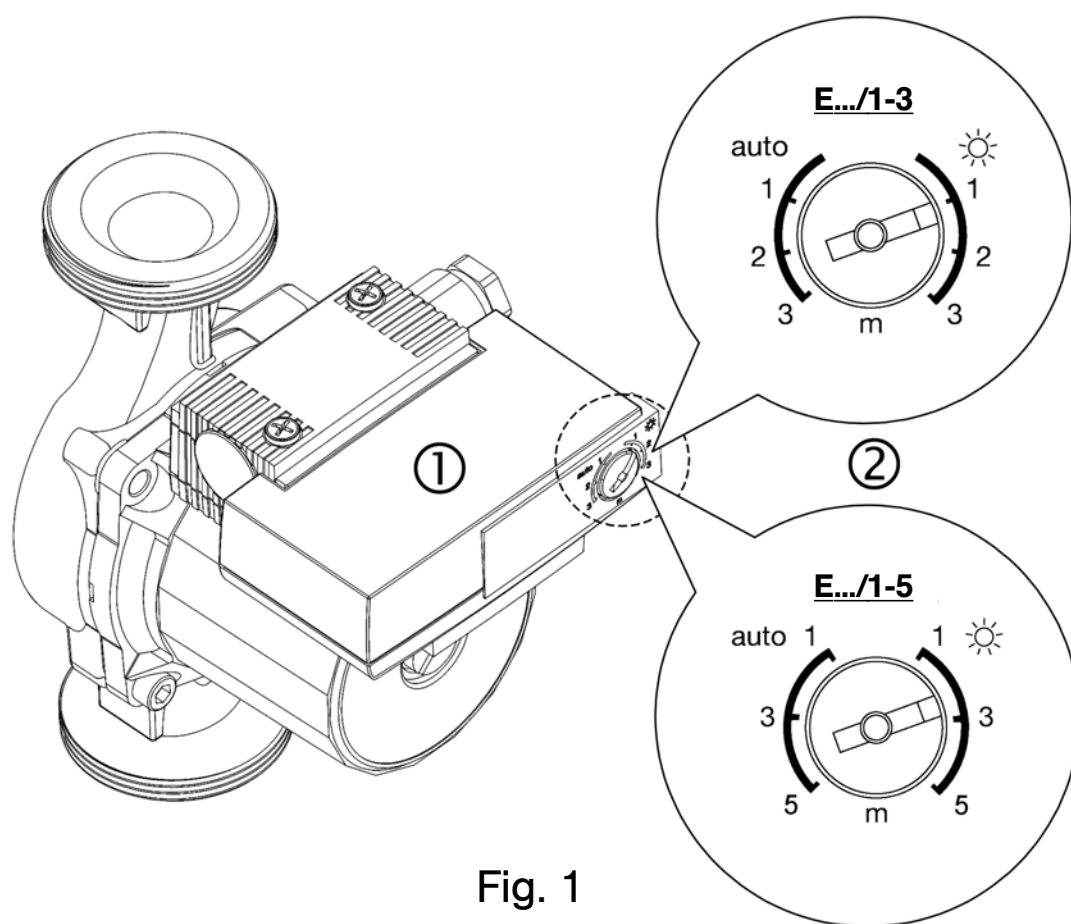

Fig. 1
4.1 Beschreibung der Pumpe (Bild 1)
Die Umwälzpumpe ist mit einem Naßläufermotor ausgestattet. Auf dem Motorgehäuse befindet sich ein elektronisches Regelmodul (Bild 1, Pos. 1), das den Differenzdruck der Pumpe auf einem einstellbaren Wert zwischen 0,5 und 3,0 m bzw. 1 und 5 m regelt. Die Pumpe paßt sich damit einem wechselnden Leistungsbedarf der Anlage, wie er besonders beim Einsatz von Thermostatventilen entsteht, ständig an.